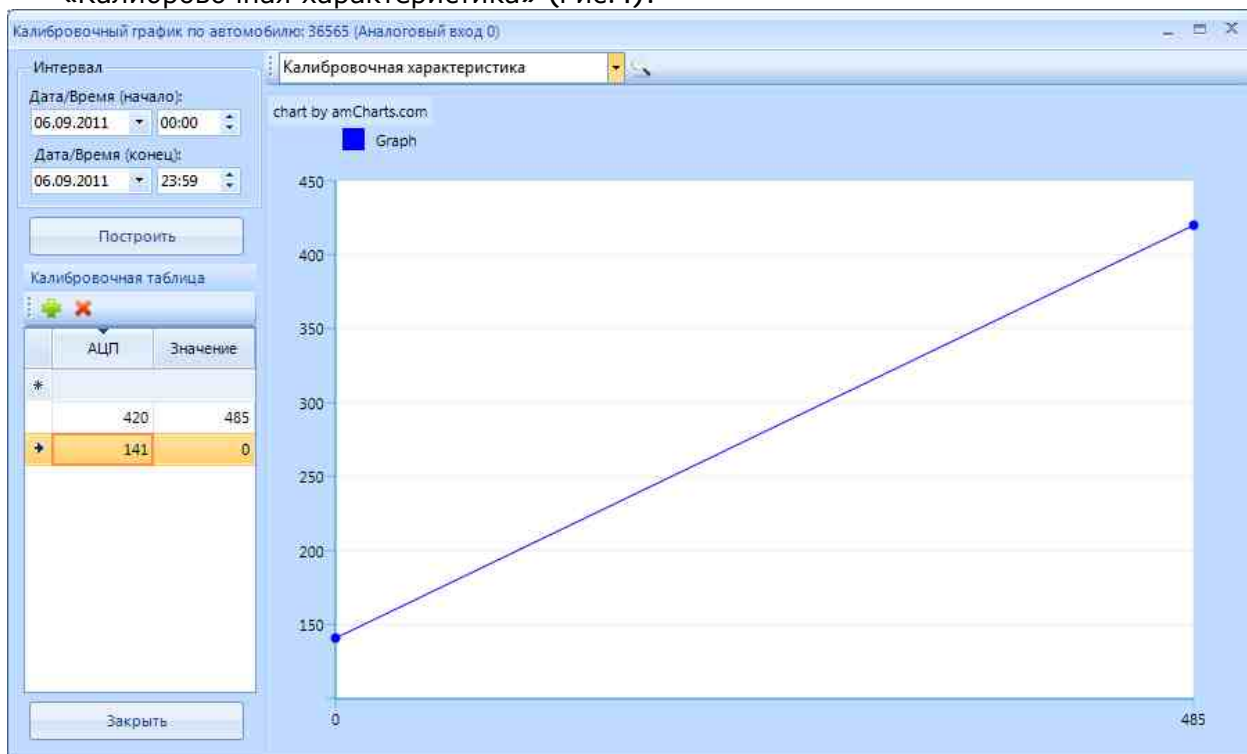

Рисунок 4
3.5. В окне «Калибровка» вводится тарировочная таблица датчика. Проверить вид тарировочного графика можно, выбрав в выпадающем списке сверху «Калибровочная характеристика» (Рис.4):